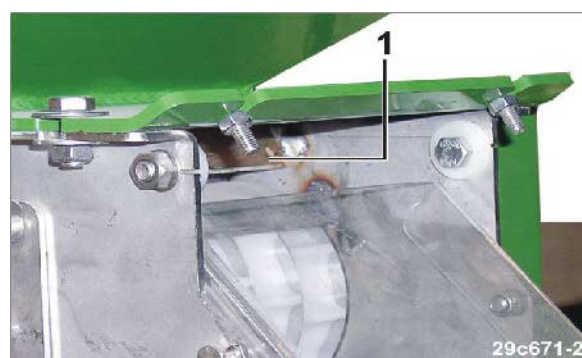

Fig. 98
2. Skyv spjeldet (Fig. 98/1) inn i dosereren til det stopper.